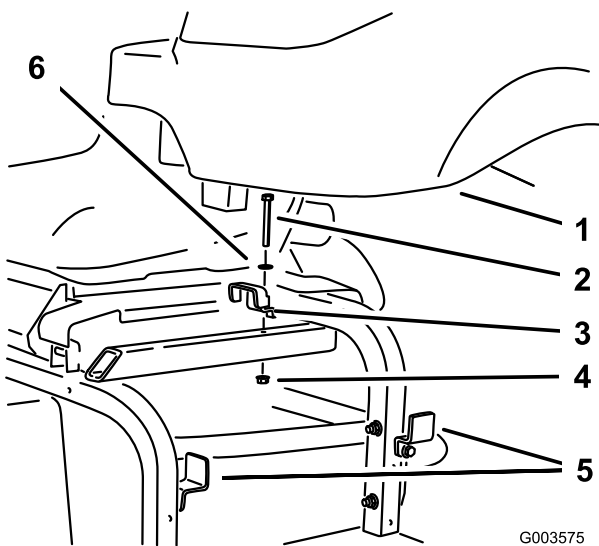

図 7
9. マシンのフレームから、上油圧タンク・ブラケットを外し、フレームについている 2 つのブラケットをゆるめる。（図 7）タンクを外す；金具類はなくさぬように保管する。